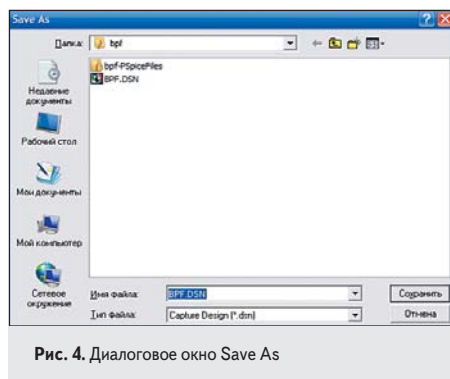

Рис. 4. Диалоговое окно Save As
1. Выберем схему или библиотеку в Project manager, затем в меню **File** выберем **Save As**. Отобразится диалоговое окно **Save As** (рис. 4).